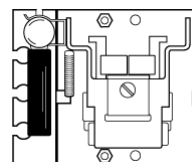

Рис. 2
5. Прикрепите переключатель к зажимам В цементом DuPont, Duco, Goodyaer Pliobond, Shellac или их аналогом (**рис. 2 и 3**).
2. Прикрепите переключатель к зажимам цементом DuPont, Duce, Goodyaer Pliobond, Shellac или их аналогом (см. **рис. 2**).